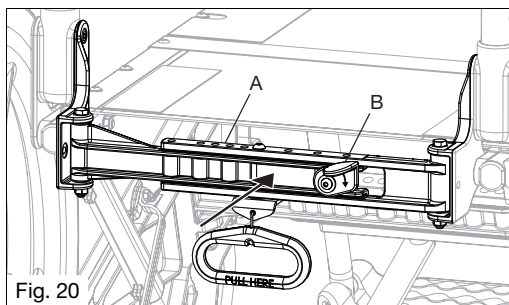

Fig. 20
4. Empurre a aba de bloqueio vermelha (Fig. 20:B) para baixo e empurre para a frente para iniciar o processo de rebate da trave cruzada superior (Fig. 20:A).